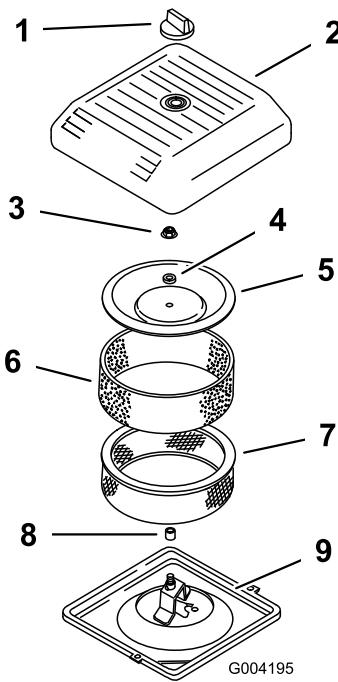

Figura 41
3. Desaperte o botão e retire a cobertura do filtro de ar (Figura 41).
4. Faça deslizar cuidadosamente o filtro prévio de esponja do elemento de papel (Figura 41).
5. Desaperte a porca da cobertura e retire a cobertura, o espaçador e o filtro de papel (Figura 41).
2. Coloque a estrutura do filtro do ar na base do filtro do ar (Figura 41).
3. Coloque a cobertura, o espaçador e aperte com a porca da cobertura (Figura 41). Aperte as porcas com 11 N·m.
4. Coloque a cobertura do filtro de ar e fixe-a com o botão (Figura 41).